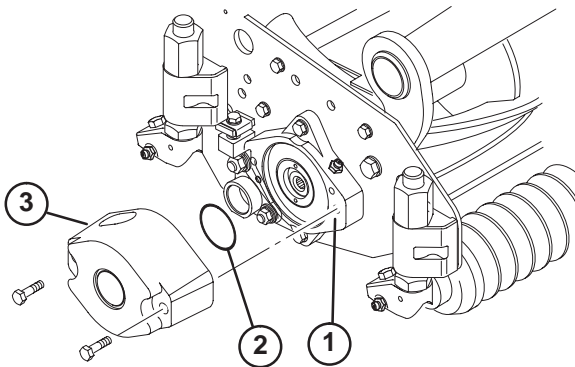

Bild 3
- Bauen Sie ein Gegengewicht mit den mitgelieferten Kopfschrauben am richtigen Ende jedes Mähwerks an (Bild 3).